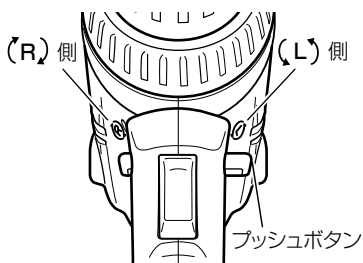

図 6
プッシュボタンを (R) 表示側から押すと後側から見て右へ回り、(L) 表示側から押すと左へ回ります。(図 6)